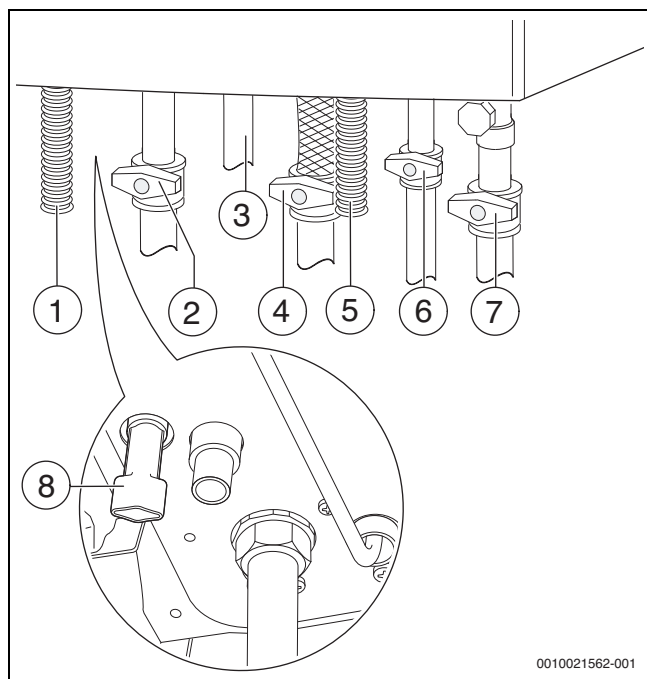

Fig. 25 Collegamenti lato gas e lato acqua (accessori)
- Aprire il rubinetto dell'acqua fredda (→ fig. 25) e poi aprire un rubinetto dell'acqua calda finché non esce l'acqua.
- Aprire i rubinetti di mandata riscaldamento e ritorno riscaldamento (→ fig. 25).